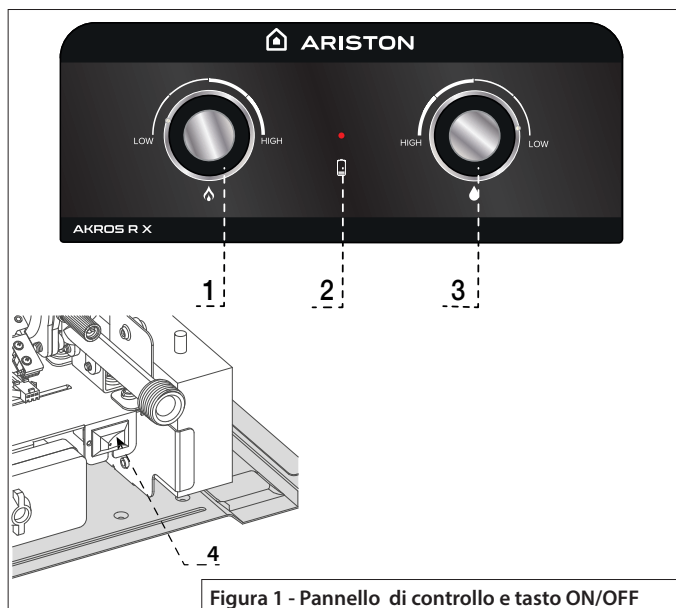

Figura 1 - Pannello di controllo e tasto ON/OFF
- Accendere: premere il pulsante ON/OFF (vedi Figura 1 – Pannello di controllo e tasto ON/OFF: 4)
- Spegnere: premi il pulsante ON/OFF (vedi Figura 1 – Pannello di controllo e tasto ON/OFF: 4)
La manopola di regolazione della potenza (vedi Figura 1 – Pannello di controllo e pulsante On/Off n.: 1) regola la potenza massima del bruciatore. Ruotando in senso orario si aumenta la potenza massima, ruotando in senso antiorario si diminuisce la potenza massima dell'apparecchio.
La manopola di regolazione della portata e della temperatura (vedi Figura 1 – Pannello di controllo e tasto On/Off n.: 3) regola la portata massima dell'acqua al bruciatore. Ruotandola in senso orario si riduce la portata massima d'acqua, ruotandola in senso antiorario si aumenta la portata massima d'acqua nell'apparecchio.